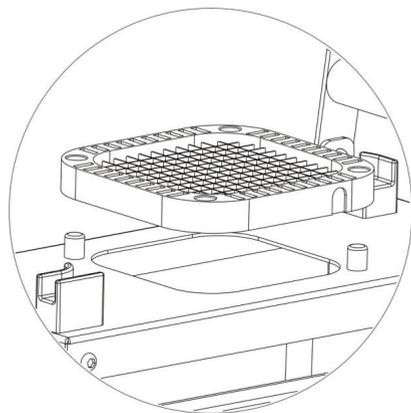

Figure 2
4. Installation des lames : Installez les trous des lames dans les colonnes de la plaque inférieure. Assurez-vous que les lames sont orientées vers le haut. (Lors du remplacement des lames, placez votre main sur le bord diagonal de la colonne et soulevez-la horizontalement vers le haut pour le démontage.) (voir figure 2)